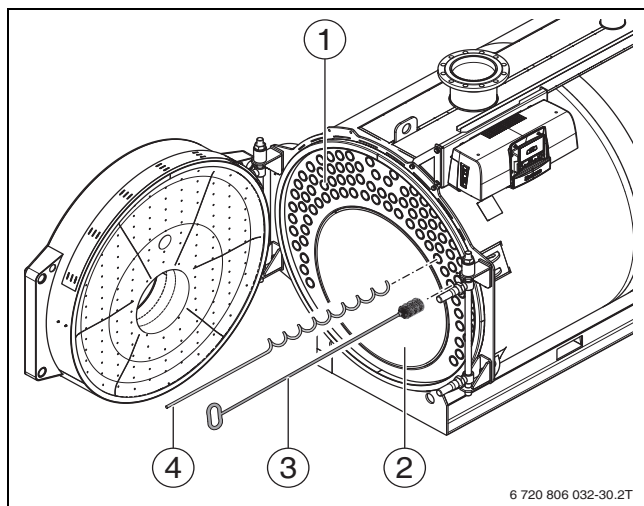

Рис. 30 Чистка поверхностей нагрева
- ▶ Удалите остатки продуктов горения из топочной камеры (→ рис. 30, стр. 33), газоотводящих каналов, а также из сборного коллектора дымовых газов и отвода конденсата.